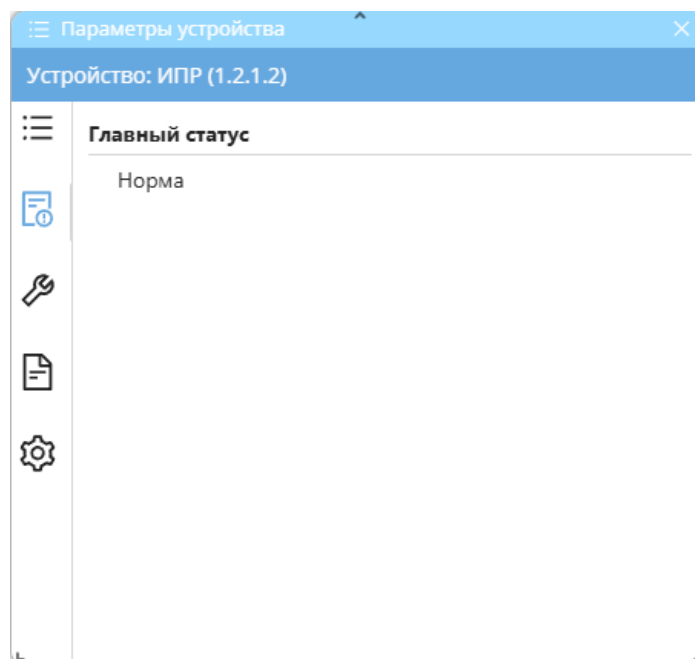

Рисунок 9.188 – Окно «Параметры устройства», закладка «Состояние»
– под закладкой **«Состояние»** представлена информация о состоянии устройства и его статусе в соответствии с рисунком Рисунок 9.188.